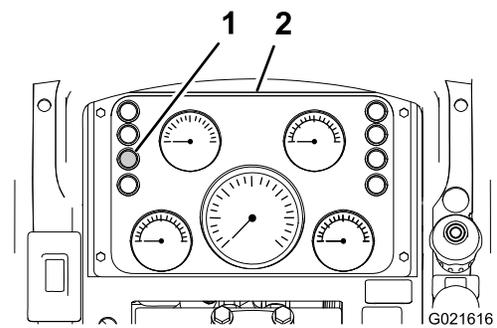

Figura 47
2. Verifique a luz indicadora de entupimento do filtro de ar no painel de instrumentos (Figura 47).